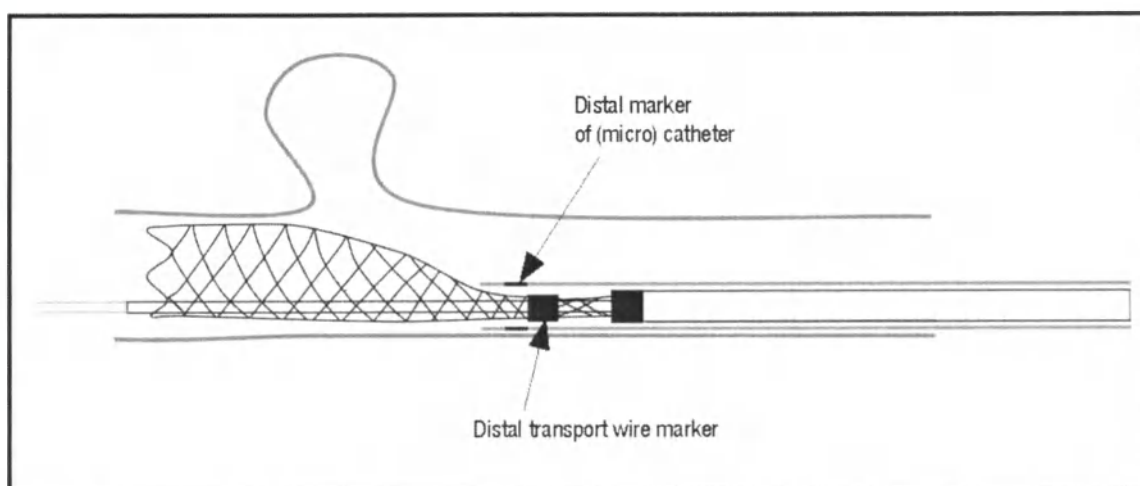

Рисунок 6. Окончательное положение (микро-) катетера, ниже которого можно перемещать изделие для эмболизации DERIVO[®] 2
- Для этого рентгеноконтрастный маркер на кончике (микро-) катетера должен располагаться в более удаленной точке от дистального маркера проводника (см. рисунок 6).